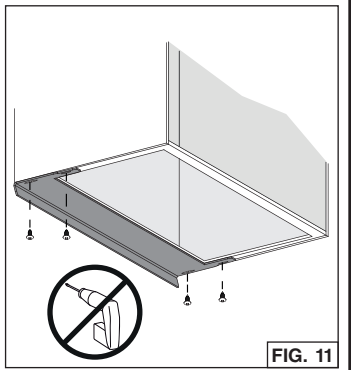

FIG. 11
8. Des bandes protectrices optionnelles, sous 7 différents formats (vendues séparément) conviennent à des armoires allant jusqu'à 15 po de profondeur (pour BBN1243SS : HADTBN24, pour BBN1303SS : HADTBN30). Choisir la bande qui peut mieux couvrir la lisière arrière de l'armoire. Utiliser 4 vis à bois à tête bombée n° 6 x 1/2 po (incluses dans l'ensemble optionnel) pour la fixer (FIG. 11).